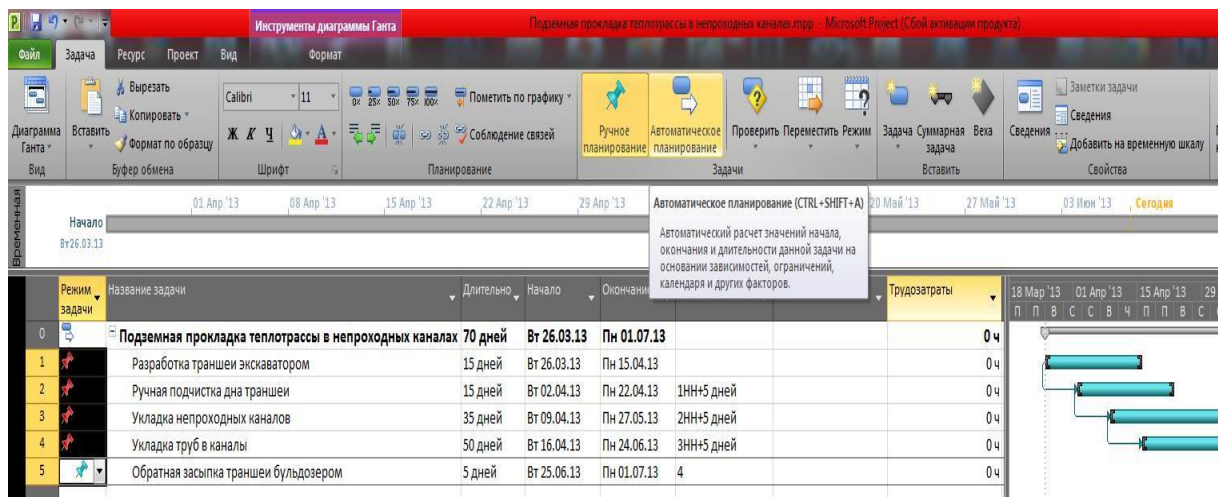
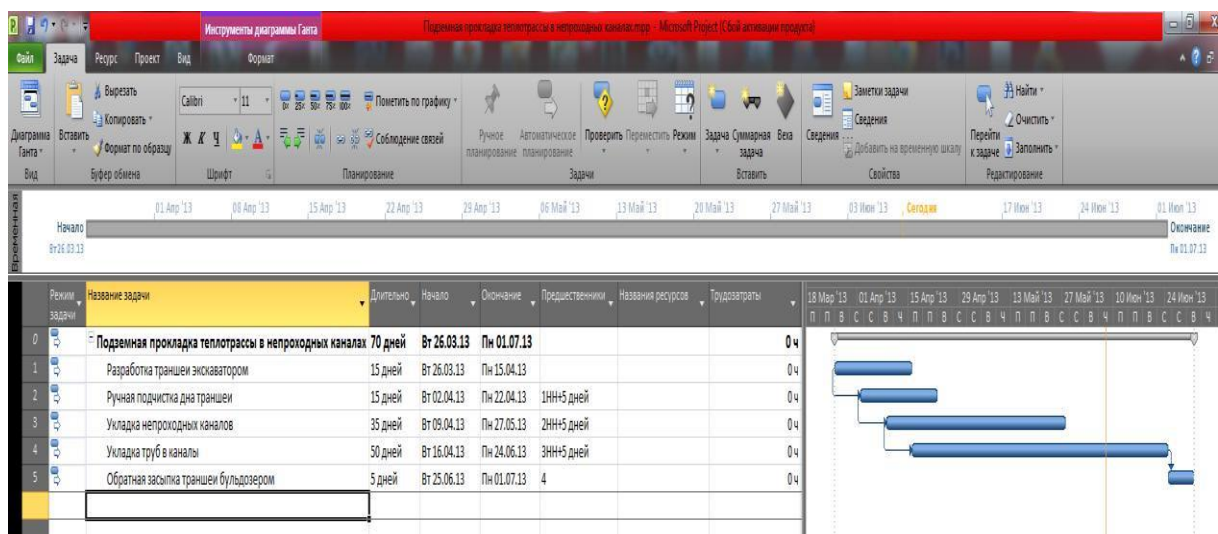

Рис. 15 Установка задачам режима «Автоматическое планирование»
Рис. 16 Результат установки задачам режима «Автоматическое планирование»
1) В столбце рабочей области «Режим задачи» выделяем (с помощью кнопки «Ctrl») все задачи, кроме суммарной, и во вкладке «Задача», в разделе «Задачи» нажимаем на пиктограмму «Автоматическое планирование» (рис. 15). Получаем результат, приведенный на рис. 16. Произошло несколько изменений: первое – в столбце «Режим задачи», а второе – график поменял свой цвет